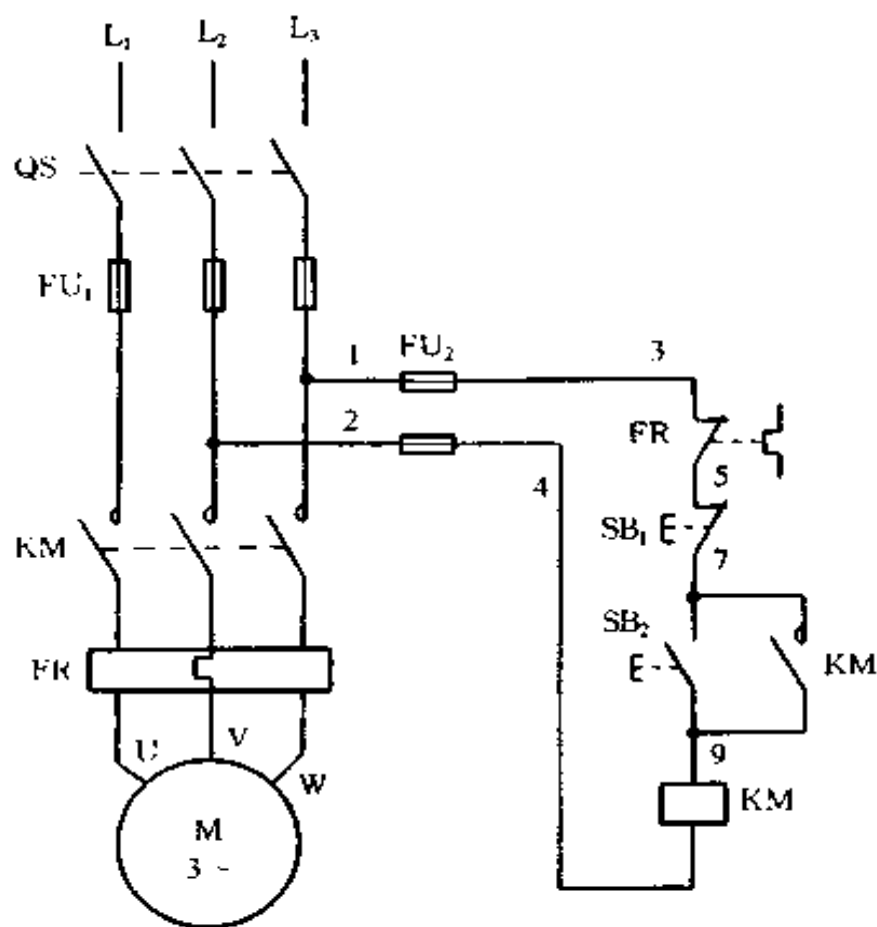
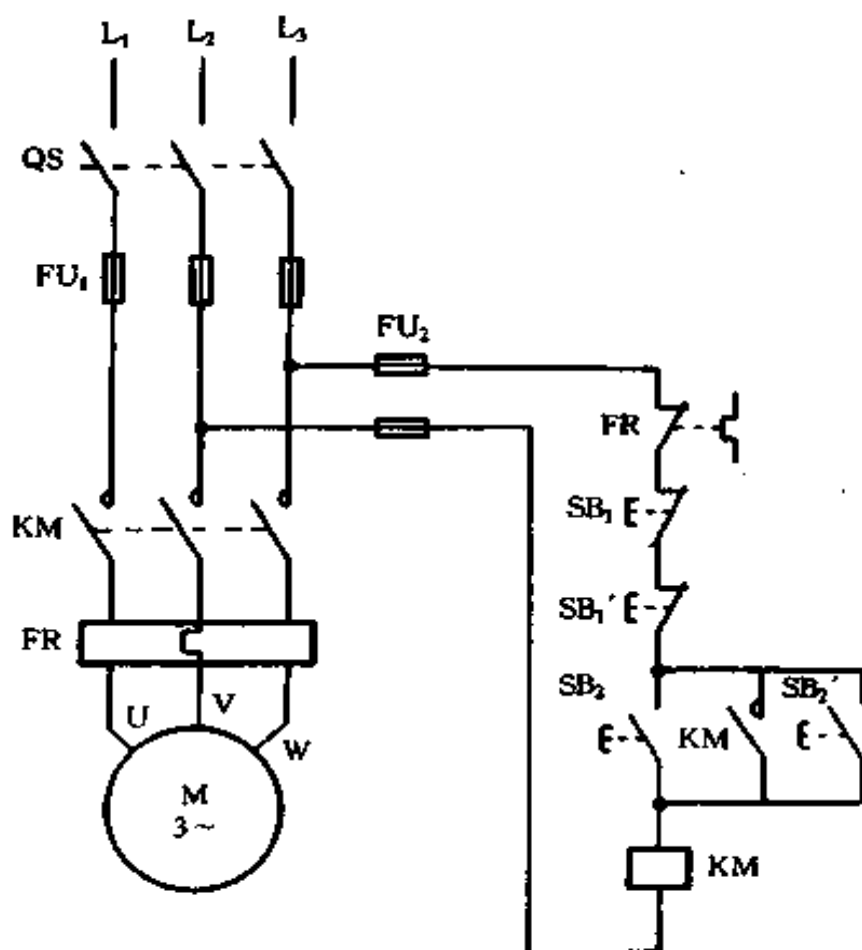

图 2-14 单方向运行接线原理图
图 2-15 单方向运行两地控制原理图
(1) 画出使用交流接触器控制的、具有短路和过载保护的主回路及控制回路电气原理图。电路原理图如图 2-14 所示。其两地控制原理图如图 2-15 所示。
(2) 如何按照给定的三相异步电动机功率,选择熔丝、熔断器、交流接触器、热继电器及连接导线的规格,并进行实际接线?